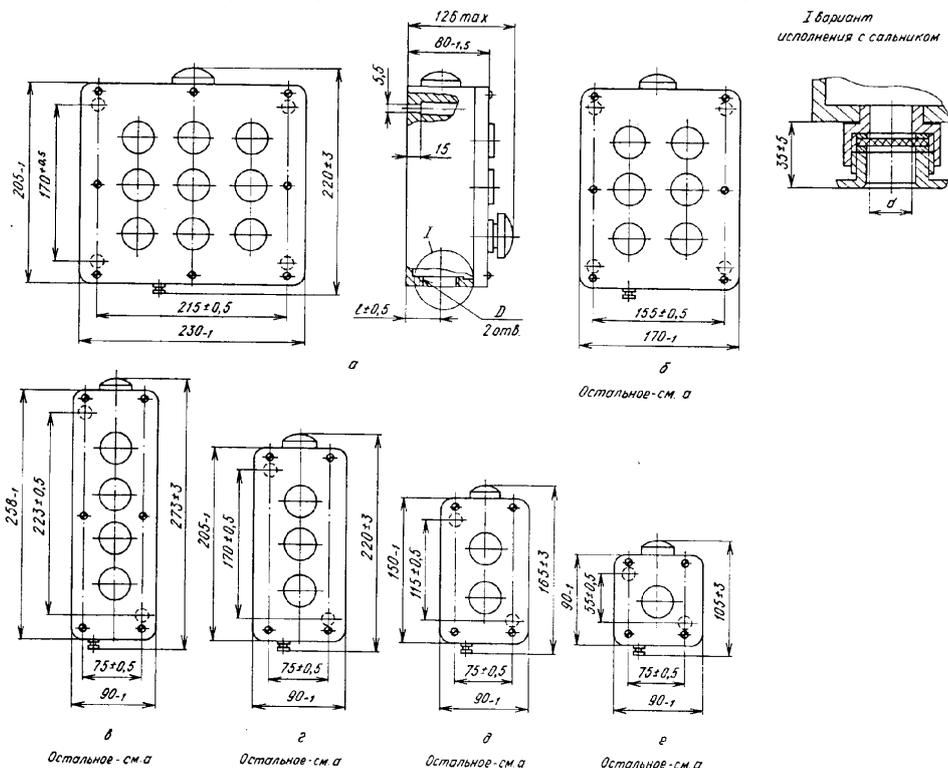

Рис. 1. Габаритные, установочные, присоединительные размеры и масса постов, выполненных по способу установки для пристройки к плоской поверхности
Пост управления, встраиваемый к плоской поверхности (рис. 1), состоит из литого алюминиевого корпуса и панели с установленными на ней коммутационными аппаратами КЕ, ПЕ, светосигнальной арматурой АЕ с оперативными табличками.
Пост, встраиваемый к ровной поверхности с тросиковым приводом (рис. 1, 3), крепится винтами М5, пропущенными через специальные отверстия в корпусе. Ввод монтажных проводов осуществляется через специальные отверстия в корпусе или сальниковый ввод. Габаритные, установочные, присоединительные размеры и масса постов приведены на рис. 1 - 3.
- указать при необходимости установки сальника диаметр проходного отверстия под кабель; при заказе поста с одним сальником необходимо указать его расположение (сверху или снизу). Размеры проходных отверстий под кабель указаны на рис. 1, 2.